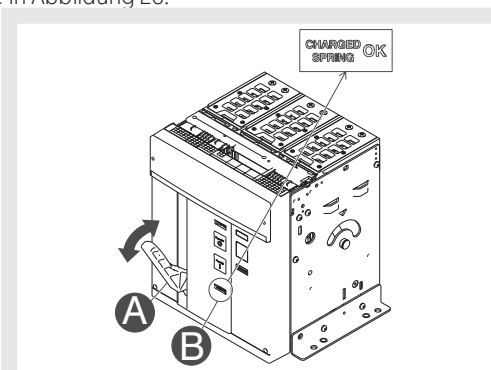

Abbildung 26
2. Spannen der Federn - Den Hebel [A] mehrmals nach unten ziehen, bis die Anzeige Federn gespannt [B] auf "gelb - CHARGED SPRING" steht, so wie in Abbildung 26.